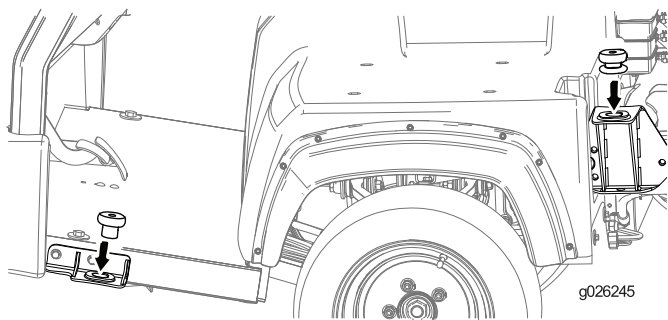

Figura 23
5. Montate i 4 supporti isolanti in gomma come illustrato in Figura 23.